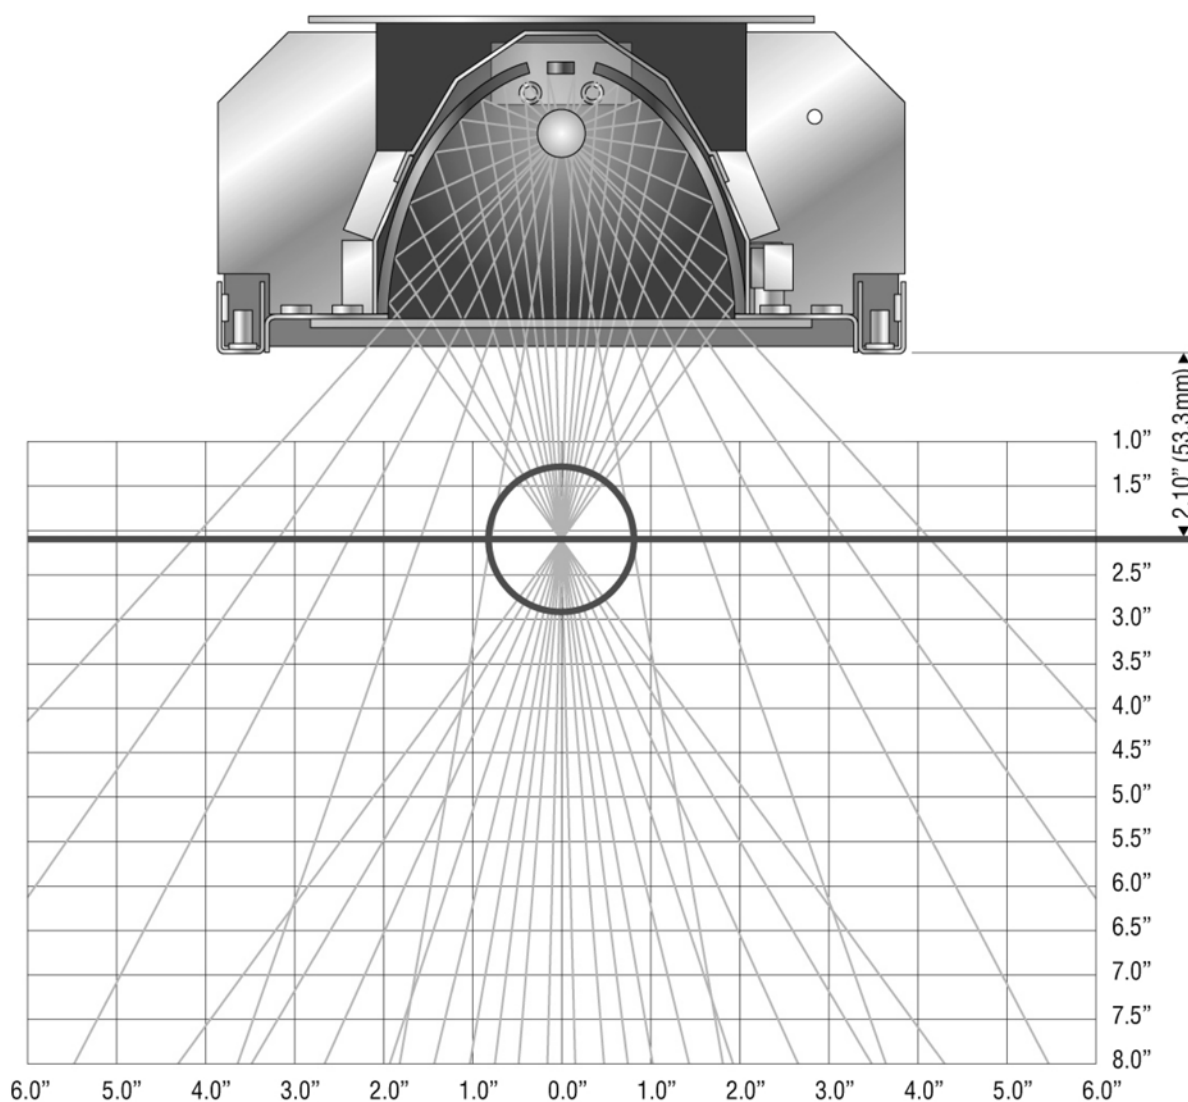

図 2-2 2.1インチ 集中リフレクタ
- 集中リフレクタには、2.1インチ (53.3 mm) および3.1インチ (78.8 mm) の焦点距離が入手可能です。焦点はランプヘッドの底から測定されます。図2-2と2-3を参照。